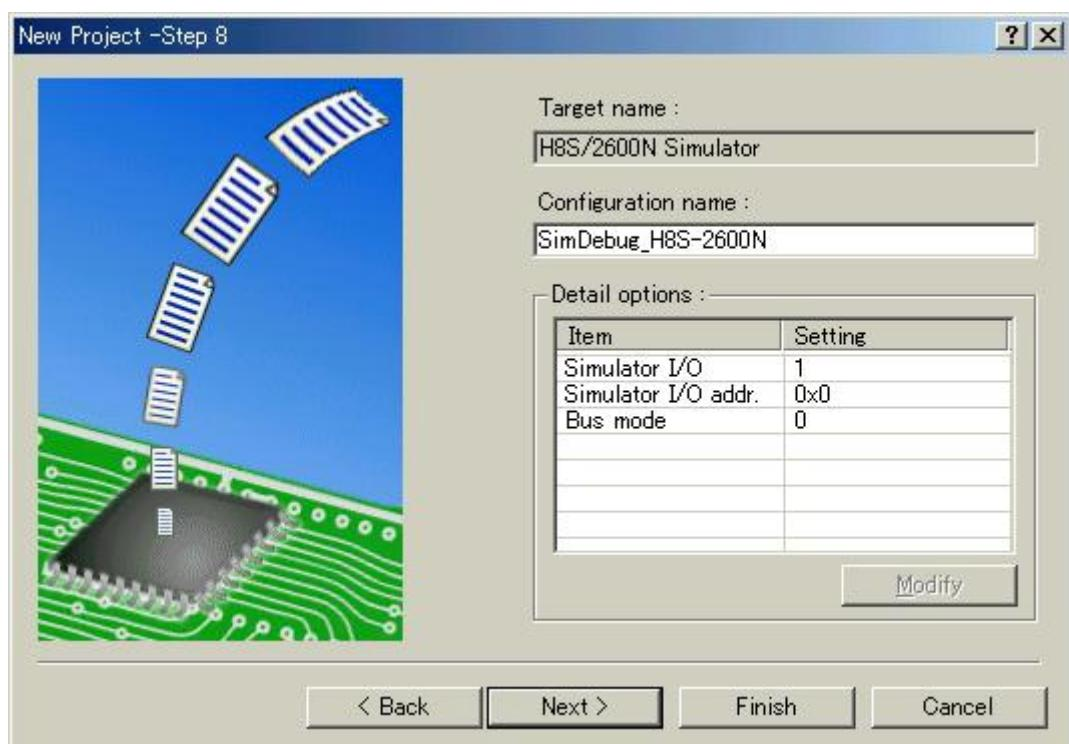

図 2.9 デバッガオプション設定画面 (Step8)
Step7画面で[Next >]をクリックすると、図 2.9に示す画面を表示します。この画面で、選択したデバッガターゲットのオプションを設定します。